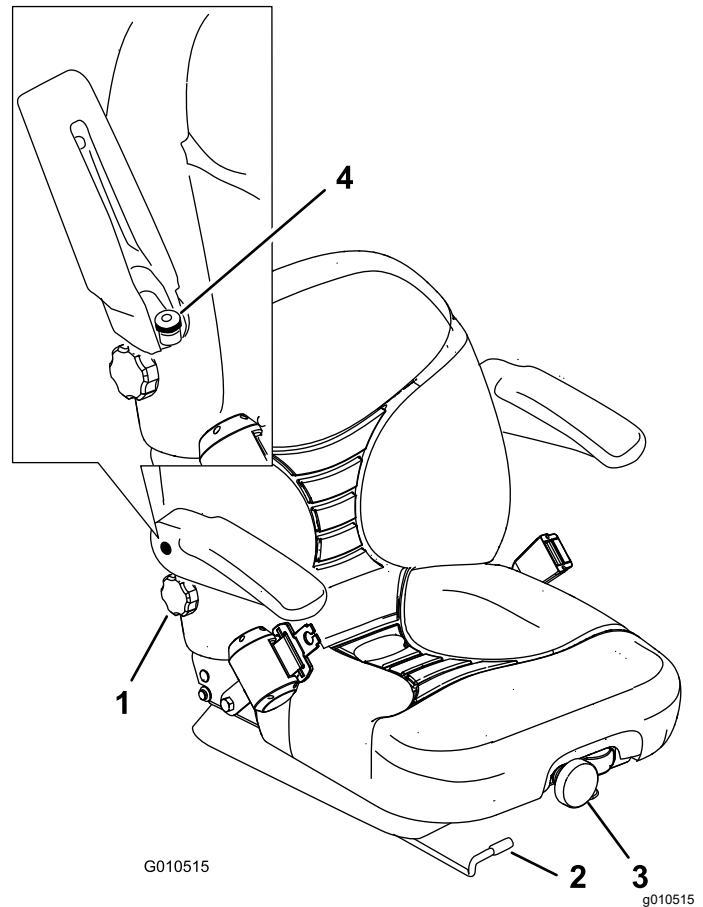

Figura 34
1. Spostate lateralmente la leva per sbloccare il sedile (Figura 34).
Per regolarla, ruotate la manopola anteriore in una delle direzioni per ottenere il miglior comfort (Figura 34).
Per spostarlo, girate nella direzione opportuna la manopola situata sotto il bracciolo destro, fino ad ottenere il migliore comfort (Figura 34).
Sollevate il bracciolo e ruotate la manopola in una delle direzioni per ottenere il miglior comfort (Figura 34).